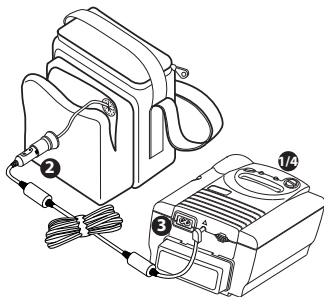

Fig. 5: Koble til likestrømsledningen
2. Koble adapterenden av likestrømsledningen til kontakten på batteripakken. Se fig. 5.